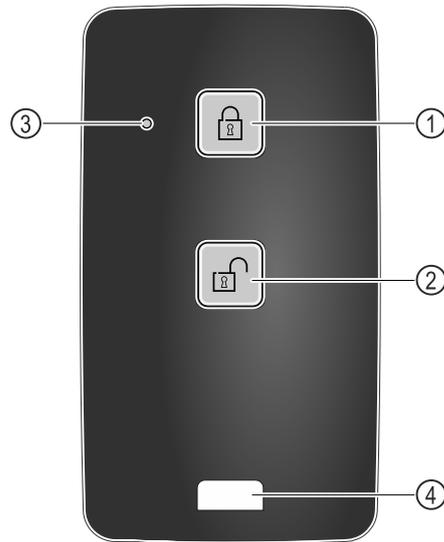

Fig. 249
- (1) Κλείδωμα κλειδαριάς
- (2) Ξεκλείδωμα κλειδαριάς
- (3) LED κατάσταση
- (4) Κρίκος στερέωσης
- ▶ Πατήστε το πλήκτρο Fig. 249 (1) στο τηλεχειριστήριο.
- ▶ Πατήστε το πλήκτρο Fig. 249 (2) στο τηλεχειριστήριο.
- ▶ Το LED κατάστασης Fig. 249 (3) παρέχει μια οπτική απόκριση με το πάτημα του πλήκτρου.
- ▶ Κρίκος Fig. 249 (4) για στερέωση του τηλεχειριστηρίου, για παράδειγμα σε ένα μπρελόκ.